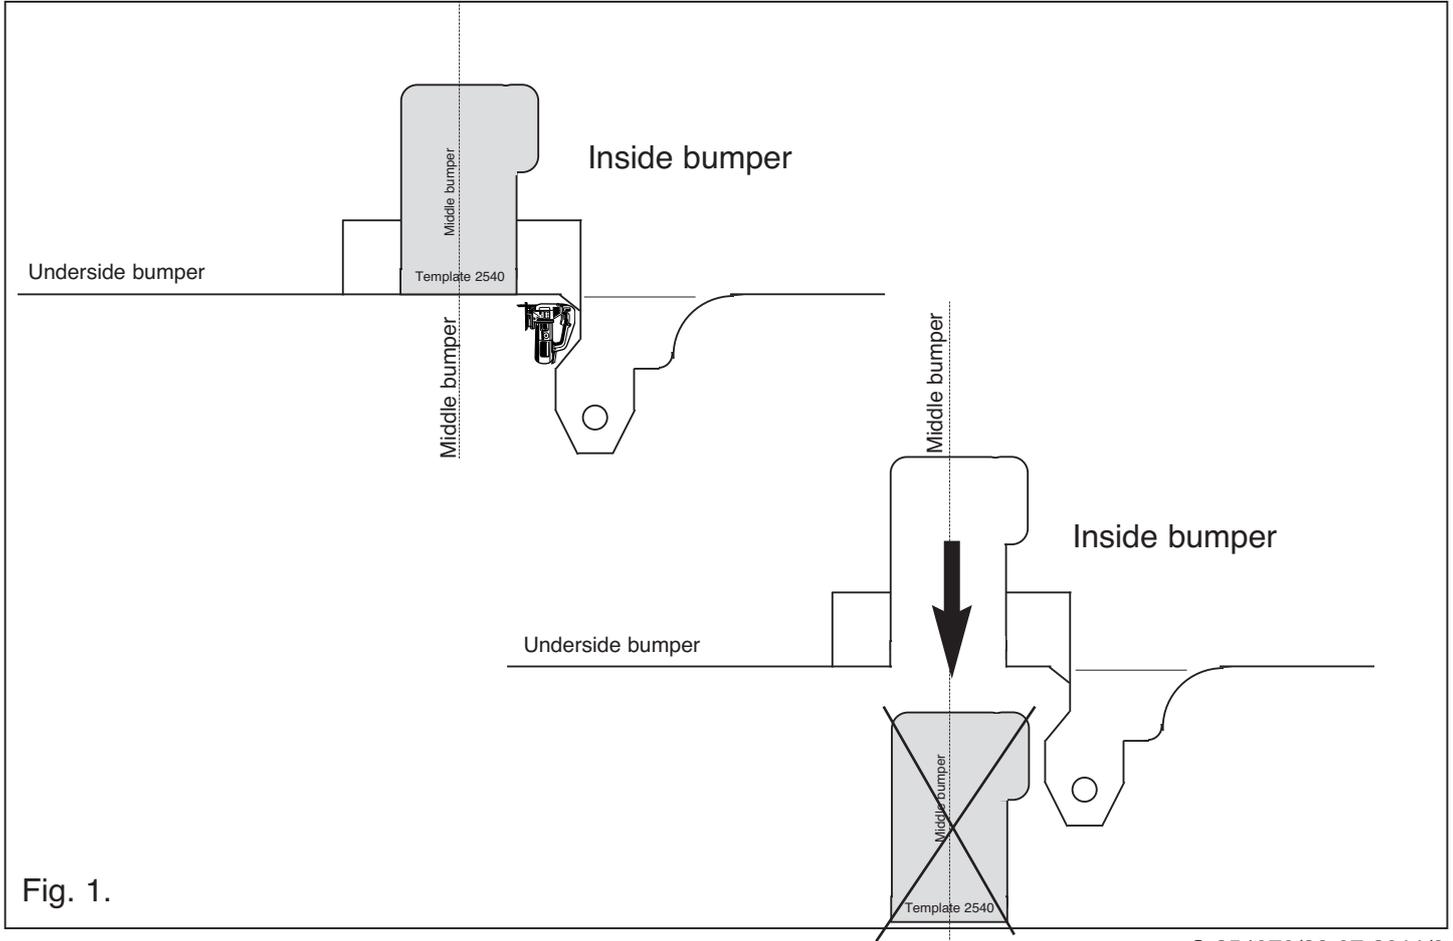

Fig. 1.
1. Commencer par noter le codage-radio et détacher la borne de masse de la batterie. Retirer le revêtement du coffre ainsi que le panneau arrière. Démontez les parois latérales du coffre. Démontez le pare-chocs en faisant attention au câble de l'éclairage latéral situé dans le coffre. Découper du pare-chocs la partie indiquée conformément à la fig.1. Démontez le dernier amortisseur d'échappement ainsi que le bouclier thermique.
1. Notera först radiokoden och lossa batteriets stomklämma. Ta bort beklädnaden från bagageutrymmet och bakpanelen. Demontera sidopanelerna i bagageutrymmet. Demontera stötfångaren. Se till att ledningarna till sidobelysningen i stötfångaren inte skadas. Såga ut den markerade delen ur stötfångaren. Se fig. 1. Demontera avgasrörets bakersta dämpare och värmeskölden.
1. Noter allerførst radiokoden og løsn akkumulatorens minuspol. Fjern bagagerummets og bagpanelets beklædning. Demonter bagagerummets sidevægge. Demonter kofangeren. Vær i denne forbindelse forsigtig med sidemarkeringslyset i kofangeren. Sav - ifølge fig. 1 - det markerede stykke ud af kofangeren. Demonter den yderste udst dningsdæmper samt varmeskjoldet.
1. Apuntar antes que nada el código de radio y soltar el borne de masa de la batería. Retirar el revestimiento del maletero así como el panel de fondo. Desmontar los paneles laterales en el maletero. Desmontar el parachoques, fijándose en el cableado de las luces laterales en el parachoques. Serrar del parachoques de acuerdo con la fig. 1 la parte indicada. Desmontar el último amortiguador del tubo de escape así como el escudo térmico.